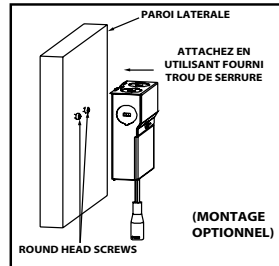

Figure 4
- **DOIT suivre le code électrique local pour la fixation rigide et le placement du boîtier de boîte de jonction à distance.** (Figure 4)